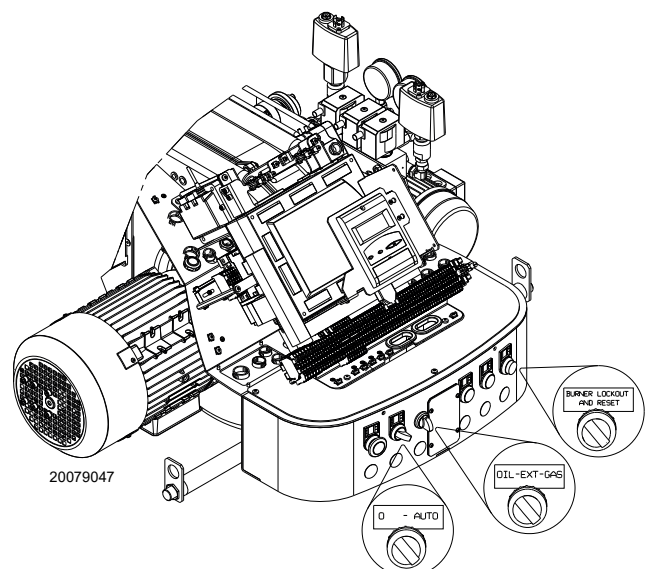

Рис. 29
Установіть перемикач **OIL-EXT-GAS** (Рис. 29 на сторінці 34) у положення **OIL**, щоб вибрати дизельне паливо. Замкніть термостати/реле тиску та встановіть перемикач з Рис. 29 на сторінці 34 у положення **AUTO**.
- переведіть перемикач Рис. 29 в положення **0** і зачекайте, поки блок керування виконає фазу вимкнення;
Замкніть засоби дистанційного керування та встановіть перемикач (Рис. 29 на сторінці 34) у положення **ON**.
Селектор (Рис. 29 на сторінці 34) переведіть у положення **GAS**, щоб вибрати газ як паливо.
- 1 за допомогою селектора (Рис. 29 на сторінці 34);
- 2 за допомогою дистанційного перемикача, підключеного до головної клемної колодки. У положенні **EXT** селектор (Рис. 29 на сторінці 34) активує вибір палива дистанційно. У цьому положенні, якщо дистанційний селектор не підключений, на дисплеї відображається пріоритетне паливо.